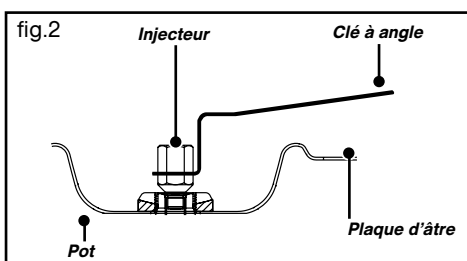

fig.2
- Déclipez l'attache métallique située à la base de chaque brûleur (sole et grilloir) (**fig.2**) à l'aide d'un petit tournevis.